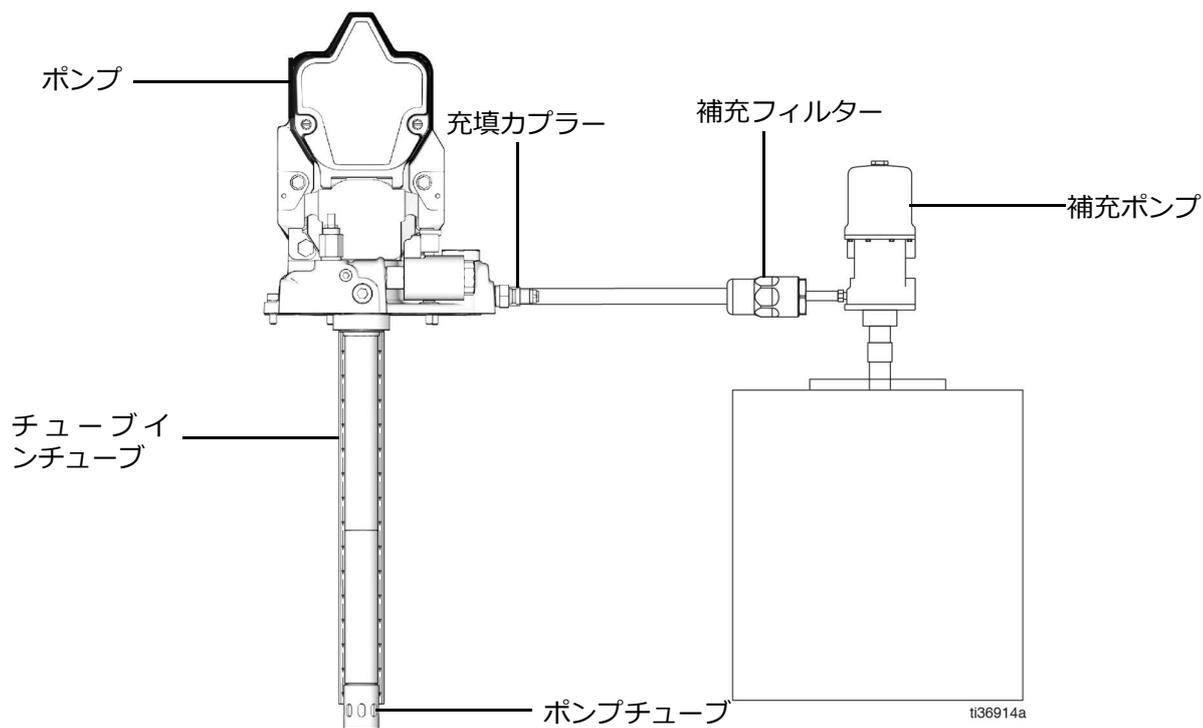

図 3
2. チューブインチューブの下部からグリースが出てくるまで補充ポンプを稼働してください (図 3 および 図 4).